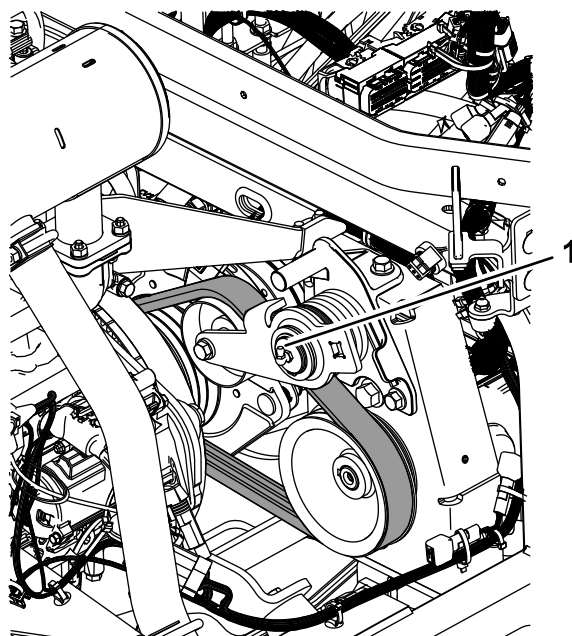

Figure 48
- Bras de poulie de tension (Figure 48)